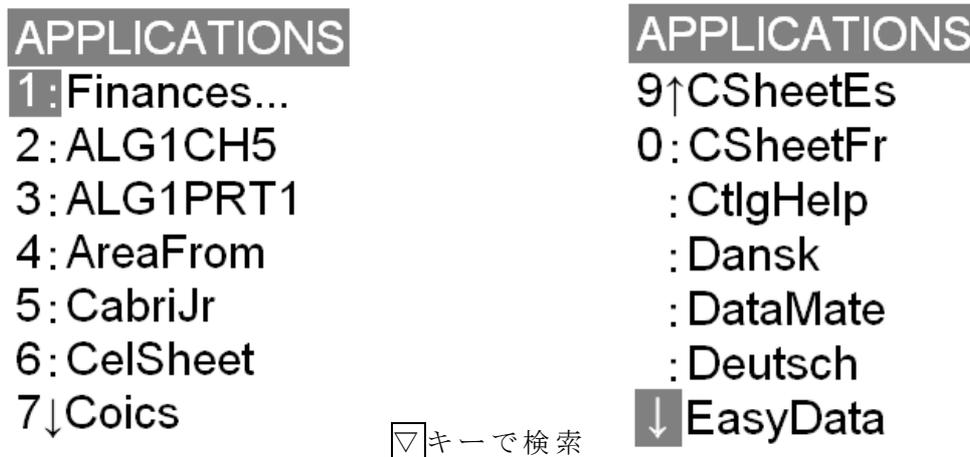
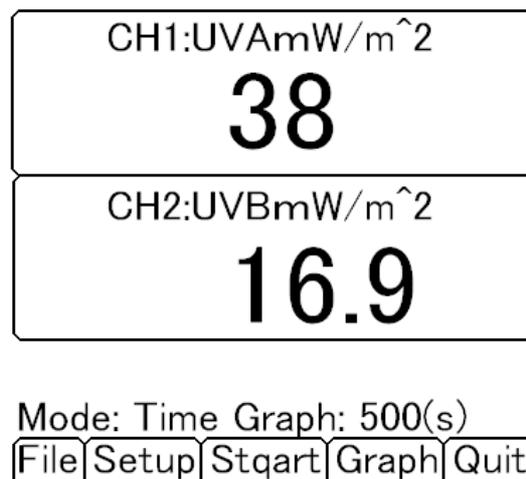

図 6. ソフト選択画面
図 7. 測定画面
⑥ カーソルが点滅している状態で黒色の **APPS** キーを押すと、図 6 左側のようにアプリケーションの一覧が表示される。
⑦ ここで灰色の矢印キー ∇ や \triangle を用いて、EasyData を選択し(図 6 右側), 灰色の **ENTER** キーを押すとオープニング画面に続いて、図 7 に示した測定結果が表示される。図 7 はチャンネル 1 の UVA (紫外線 A 領域) が 38 mW/m^2 , チャンネル 2 (CH2) の UVB (紫外線 B 領域) が 16.9 mW/m^2 であることを示している。